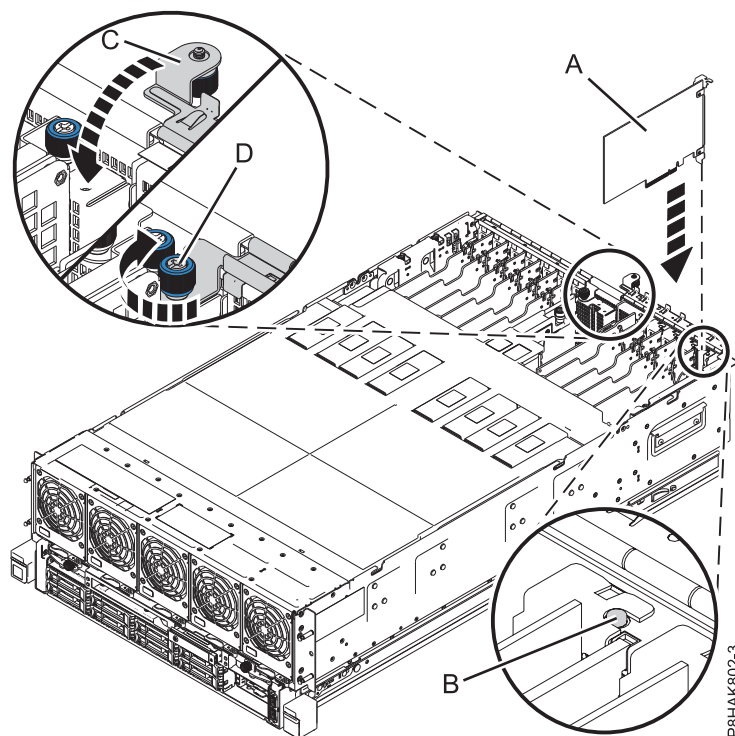

Figura 23. Instal·lació o substitució d'un adaptador PCIe al sistema 8408-44E o 8408-E8E
7. Agafeu amb compte l'adaptador per l'extrem superior o per la contrapunta i alineu-lo amb la ranura i el seu connector de la placa posterior del sistema **(A)**, tal com es mostra a Figura 23.